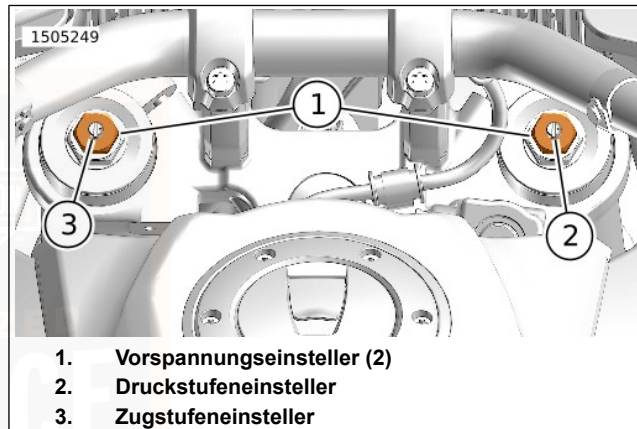

Abbildung 18. Einsteller für Vorderradfederung
Siehe Abbildung 18. Die Schraube des Druckstufeneinstellers (2) befindet sich auf dem rechten Tauchrohr.
Siehe Abbildung 18. Die Schraube des Zugstufeneinstellers (3) befindet sich auf dem linken Tauchrohr.
2. Die Schraube des Zugstufeneinstellers (3) um die empfohlene Anzahl von Umdrehungen gegen den Uhrzeigersinn drehen. Tabelle 26
Siehe Abbildung 18. Die Vorspannungseinsteller (1) befindet sich jeweils auf dem Tauchrohr.